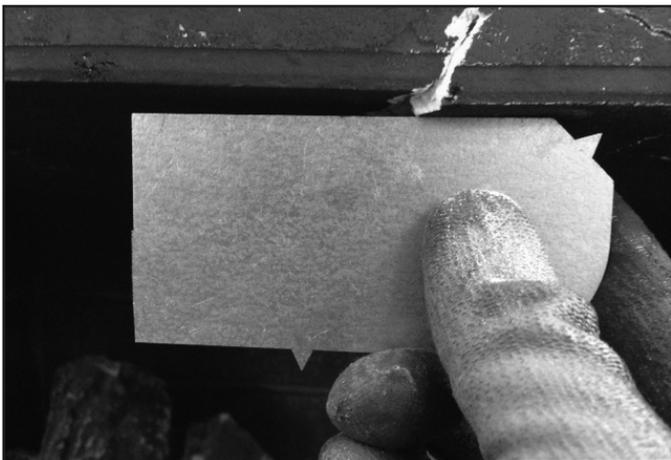

Figure 4.6. La surface plane de la boîte à feu est compromise et doit être remplacée.
- Les fissures compromettent la surface plane de la boîte à feu. Voir la figure 4.6.